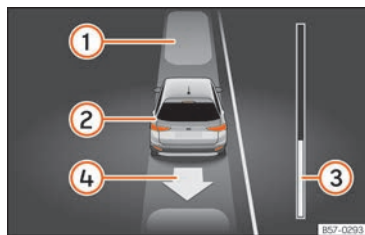

Fig. 253 Sur l'écran du combiné d'instruments : sortir d'une place de stationnement en créneau.
Légende de la **fig. 253** :
7.	Reculez jusqu'à ce que retentisse le signal continu du ParkPilot. OU : reculez jusqu'à ce que l'indication de passer en marche avant apparaisse à l'écran du combiné d'instruments. La barre de progression » fig. 253 ③ indique la distance à parcourir » page 301.